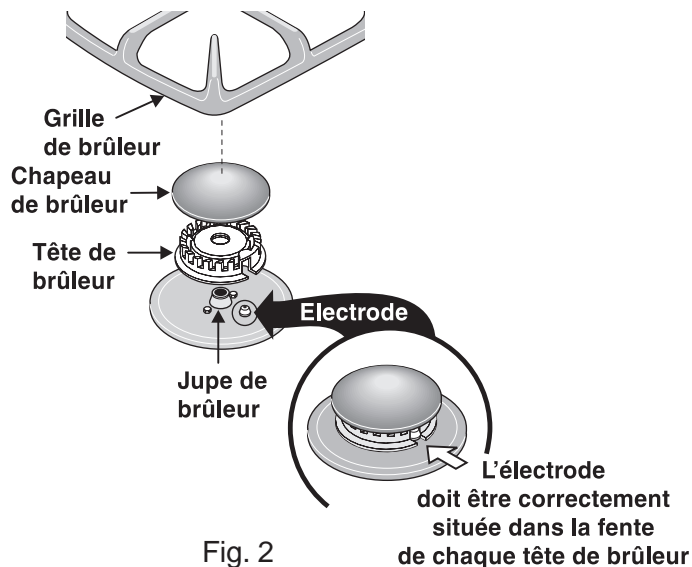

Fig. 2
- Faites correspondre la lettre estampée sur la jupe de brûleur avec celle de la tête de brûleur et du chapeau de brûleur. Chacune de ces têtes de brûleurs **DOIT** avoir un chapeau de brûleur correctement installé pour assurer un bon allumage et une flamme appropriée. Remarque : Les électrodes de brûleurs doivent être correctement positionnées dans la fente de chacune des têtes de brûleur (voir Fig. 2).